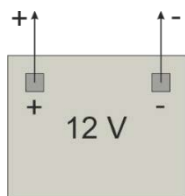

Рисунок 10 Схема подключения АКБ
- подключите новую аккумуляторную батарею в соответствии со схемой, которая приведена на рис. 10 ("плюс" – красный провод, "минус" - черный).